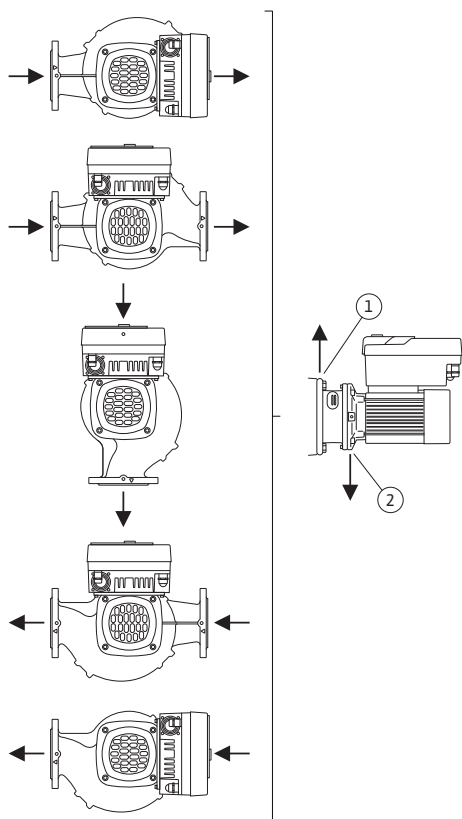

Fig. 17: Pieļaujamie montāžas stāvokļi ar horizontālo vārpstu
- Horizontālas motora vārpstas gadījumā kondensāta atverei noteikti jābūt pavērsta uz leju (Fig. 17, 2. poz.). Nepieciešamības gadījumā motors jāpagriež.